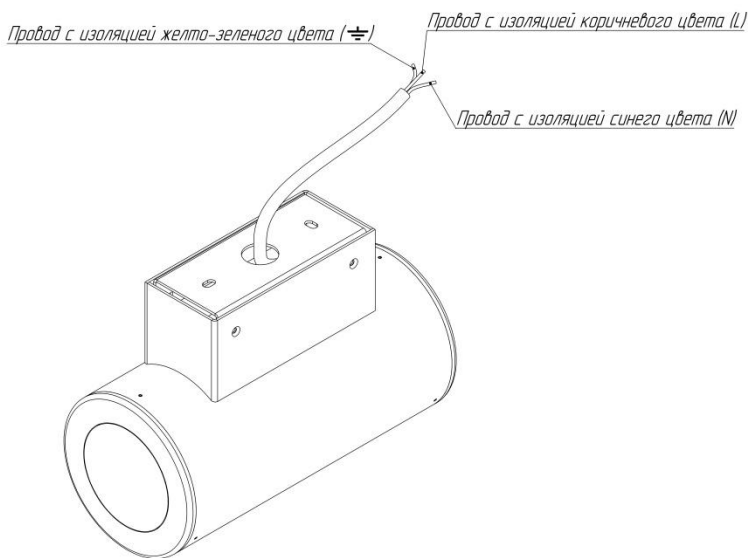

Рисунок 5
10.3 Подключение к сети осуществляется при помощи кабеля, выведенного через центральное отверстие установочной скобы прожектора (см. рисунок 5), при этом провод в коричневой изоляции – фаза, в синей изоляции - ноль, зелено-желтый - заземление. Далее закрепить установочную скобу на опорную поверхность через 2 отверстия, используя саморезы или другой крепеж диаметром 6 мм.